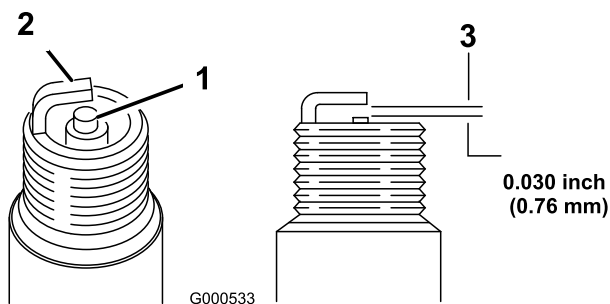

Figura 29
5. Ajuste el hueco entre los electrodos a 0,76 mm (Figura 29).